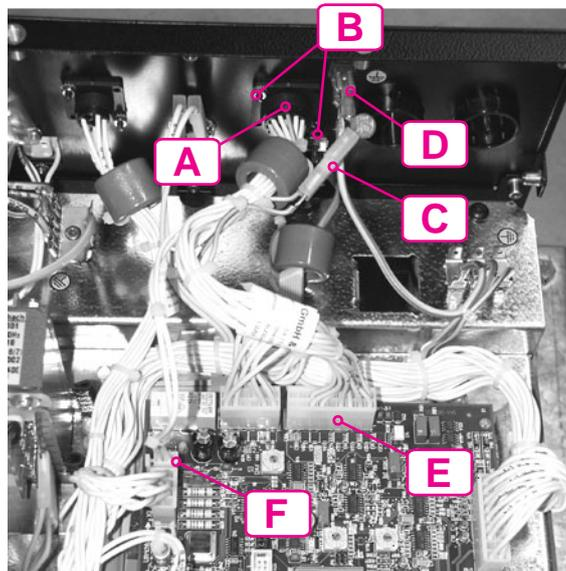

Abb. 3 Buchse, Einbau
- Anschlußbuchse mit Kabelbaum (Abb. 3, A) von Innen in Gehäuseöffnung einstecken
- Anschlußbuchse von Innen mit Sperrzahnmuttern (Abb. 3, B) verschrauben
- Kondensatorbaugruppe zwischen Anschlußstecker des Kabelbaums (Abb. 3, C) und dem Erdungspunkt (Abb. 3, D) verbinden
- 18-poliger Anschlußstecker des Kabelbaums auf Stecker X5 der Platine T320/1 (Abb. 3, E) aufstecken
- 2-poliger Anschlußstecker des Kabelbaums auf Stecker X6 der Platine T320/1 (Abb. 3, F) aufstecken